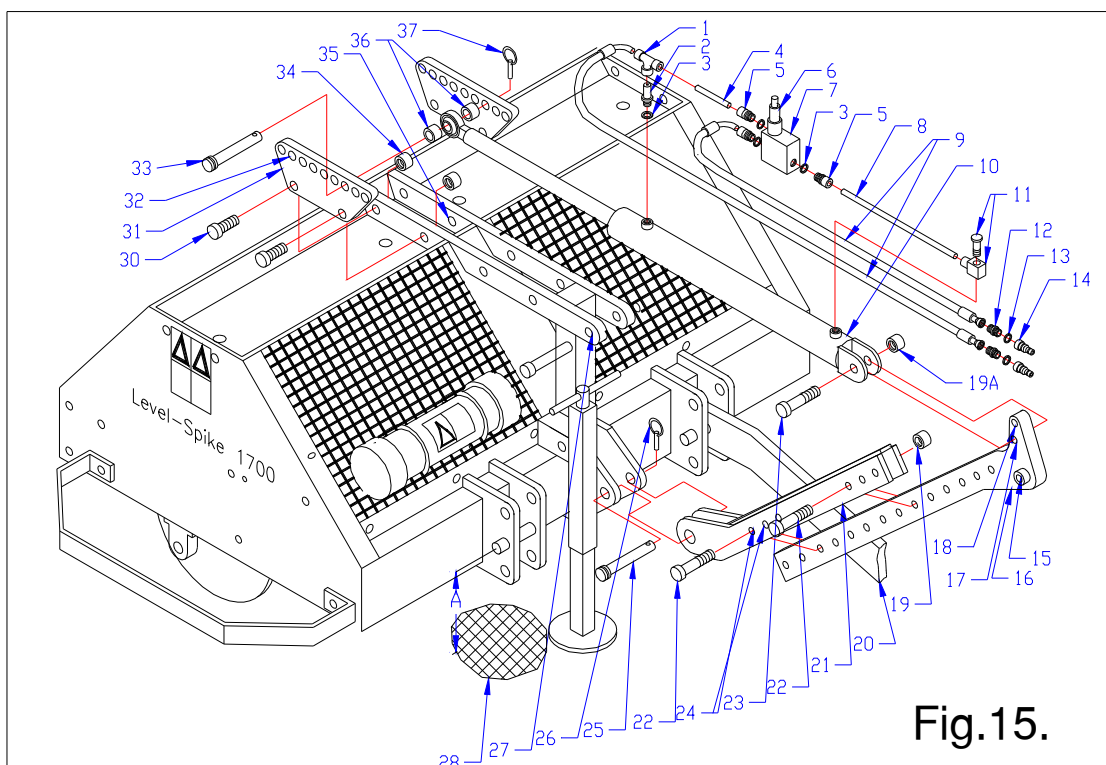

Fig.15.
12.6 GEWICHT OVERDRACHT SYSTEEM, zie fig. 15.
Monteer de onderdelen op de hydraulische cilinder, zie fig. 15. De stroomregelaar 2 wordt in de cilinder 10 geschroefd. Gebruik koper ring 3. Monteer de drie puntstukken 5, in het druk reduceerventiel 7, gebruik koper ringen 3. Monteer de leidingen 4/8 tussen de puntstukken 5, T stuk 1 en de banjo 11. Monteer uiteindelijk alles op de cilinder. Wanneer alles past draai alle verbindingen vast, en zorg daarbij dat het reduceerventiel verticaal gemonteerd wordt. Vervolgens kunnen de slangen aan T stuk 1 en puntstuk 5 gemonteerd worden. Monteer aan het andere eind van de slang de draad nippels met daar aan de snelsluitingen, gebruik daarbij koper ring 13. Wanneer alles is aangedraaid is de cilinder gereed voor gebruik.
Monteer de symmetrische platen 31 met bouten 30 en moeren 34 op de standaard gaten 35 in de machine zoals aangegeven in fig. 15.